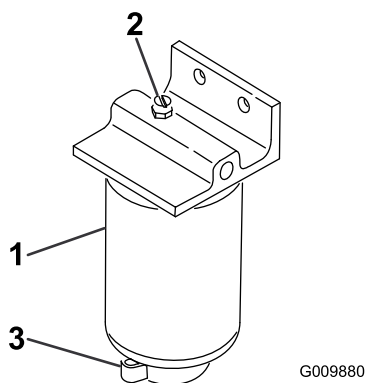

Figura 30
3. **Afloje el tapón de ventilación en la parte superior del filtro de combustible/separador de agua (Figura 30).**